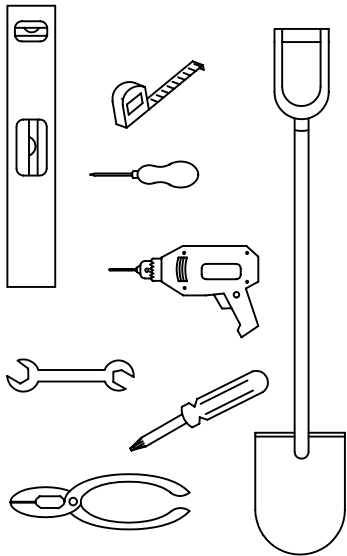

FIG. 1
- 1. WEATHER WARNING ! DO NOT ERECT YOUR BUILDING ON A WINDY DAY. ANY BUILDING LEFT PARTIALLY CONSTRUCTED MAY BE SERIOUSLY DAMAGED (FIG.1).**
- 3. ALL ASSEMBLY OPERATIONS MUST TAKE PLACE ON A COMPLETELY LEVEL SURFACE (FIG. 1)**
- 1. TEMPÊTE DE VENT: NE JAMAIS MONTER VOTRE ABRI PAR GRAND VENT. NE PAS LAISSER UN ABRI PARTIELLEMENT MONTÉ, LES PIÈCES POUVANT ÊTRE ENDOMMAGÉES (FIG. 1).**
- SURFACE PLANE (fig 1).**
- 1. AVISO DE TEMPESTADE! NÃO PROCEDA À MONTAGEM DO SEU ABRIGO NUM DIA VENTOSO. QUALQUER ABRIGO DEIXADO PARCIALMENTE MONTADO PODE FICAR SÉRIAMENTE DANIFICADO (FIG. 1).**
3. TODAS AS OPERAÇÕES DE MONTAGEM DEVEM SER EFECTUADAS NUMA SUPERFÍCIE COMPLETAMENTE NIVELADA (FIG. 1).
1. PRESTE ATENCIÓN A LA METEOROLOGÍA. NO INTENTE LEVANTAR EL EDIFICIO EN UN DÍA DE VIENTO. CUALQUIER COMPONENTE QUE QUEDE A MEDIO MONTAR PUEDE SUFRIR DAÑOS IMPORTANTES. (FIG. 1).
3. TODAS LAS OPERACIONES DE MONTAJE DEBEN DE REALIZARSE SOBRE UNA SUPERFICIE TOTALMENTE PLANA Y AL MISMO NIVEL. (FIG. 1)